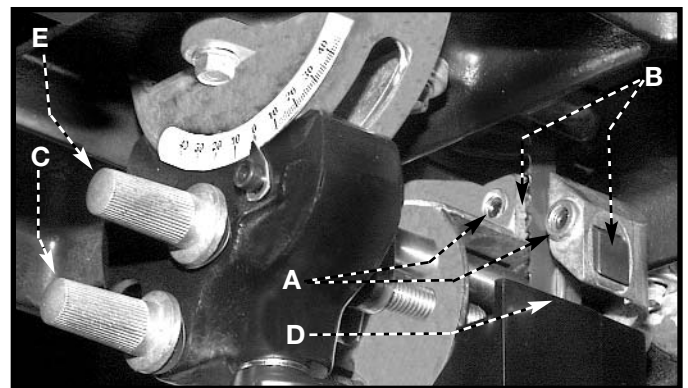

Fig. 36
1. Ajuste el borde delantero de los bloques de guía (B) Fig. 36 de modo que sean justos detrás de los gullets. de los dientes de la sierra. Dé vuelta con estrías de la perilla (C) Fig.36 para hacer este ajuste. Compruebe del cojinete de la ayuda (D) Fig. 36. No debe tocar la parte posterior de la lámina.
2. Afloje de dos tornillos (A) Fig. 36. Mueva las guías (B) tan cerca como sea posible al lado de la lámina, teniendo cuidado de no pellizcar la lámina. Apriete los tornillos (A).
3. Dé vuelta a la otra perilla con estrías (E) para ajustar más baja del cojinete de la ayuda de la lámina (D) Fig. 36 de modo que sea el cerca de 1/64" detrás de la parte posterior de la lámina.